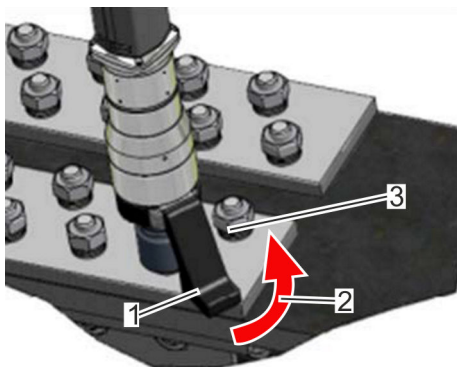

Fig. 21: *angolo di rotazione iniziale*
5. ➔ Assicurarsi che per il braccio di reazione (Fig. 21/1) sia disponibile un appoggio/una spalla (Fig. 21/3) in posizione opposta al senso di rotazione desiderato dell'avvitatrice. Assicurarsi che l'appoggio avvenga sull'intera superficie.